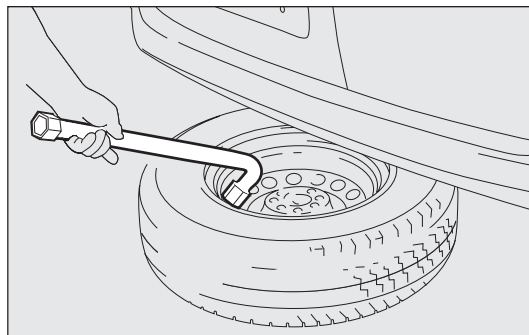

fig. 132
- ❑ utilice la llave para desmontar ruedas B para sacar la rueda del vehículo fig. 132;